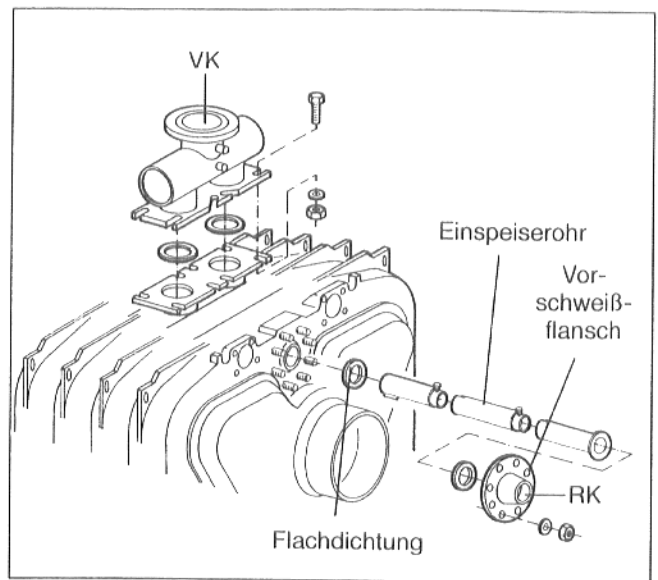

Abb. 25
- ☞ Das Einspeiserohr kann bei beengten Platzverhältnissen auch elementweise eingeschoben und direkt vor dem Eintritt in das Hinterglied ineinander gesteckt und verschraubt werden (Abb. 25).
- Flachdichtung auf das Einspeiserohr aufschieben und das Einspeiserohr auf den Kufen in die obere Kesselnabe einschieben (Abb. 25).
- Vorschweißflansch (gesondert zu bestellen) mit zugehöriger Flachdichtung auf die obere Kesselnabe schrauben (Abb. 25).